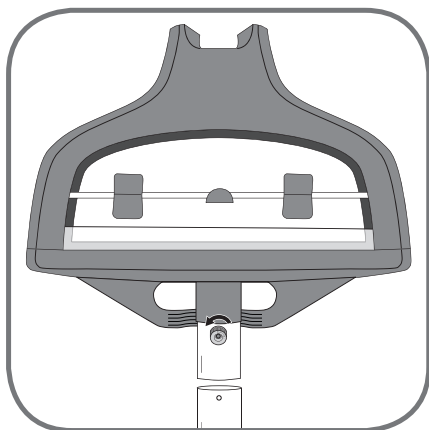

fig. 7
1. Dévissez la vis de fixation du mât qui se situe en bas du cintre (fig.7).